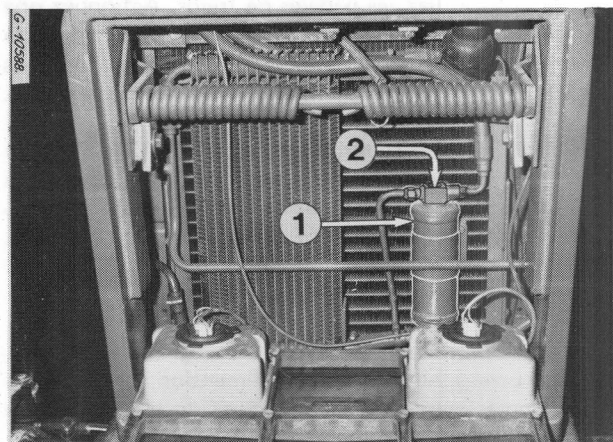

Figure 103
Vérifiez le niveau par le témoin (2) Fig. 103 lorsque le système fonctionne.